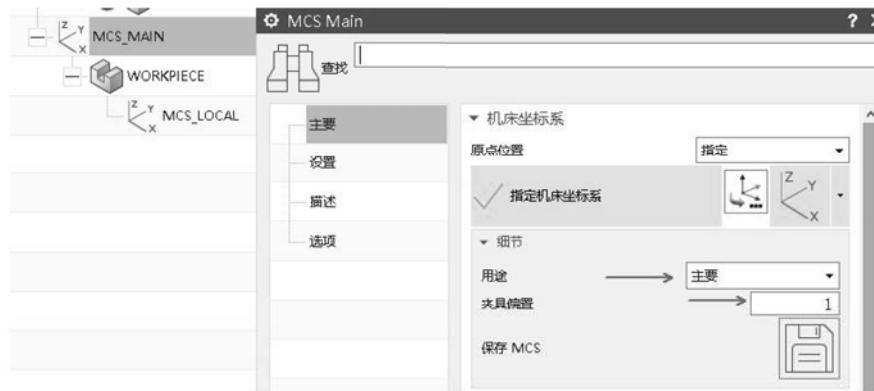

图 3-57 设置坐标系
(1) 设置编程坐标系与 WCS 重合，并在【细节】选项组中设置【用途】为【主要】。具体操作如图 3-57 所示。